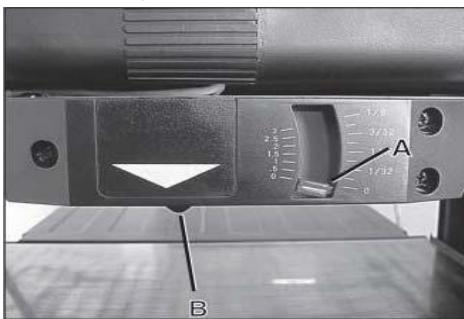

FIG. 11
1. La machine étant éteinte, insérez votre pièce juste sous l'échelle de coupe (A). VOIR FIG 11.
2. Tournez la poignée de monte/baisse jusqu'à ce que le bouton (B) entre en contact avec la pièce. Lorsque vous tournez la poignée de monte/baisse, le curseur de l'échelle de profondeur de passe se déplace, indiquant la quantité de matériau qui sera enlevée lors de cette passe.